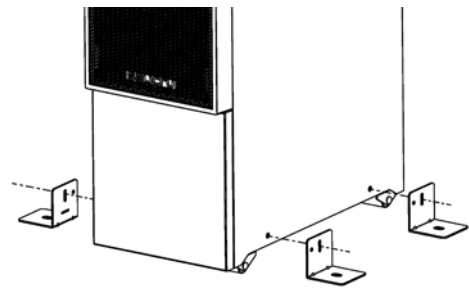

Fig. 17. Installation des équerres de stabilisation.
2. Installez les équerres de stabilisation comme indiqué à l'illustration « Fig. 17 20 ».